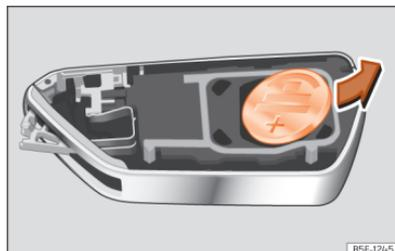

Abb. 71 Fahrzeugschlüssel: Batterie herausnehmen.
- Batterie mit einem geeigneten dünnen Gegenstand aus dem Batteriefach hebeln »» (Abb. 71).
- Neue Batterie einsetzen und in das Batteriefach drücken »» ①.